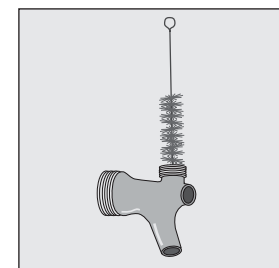

Abb. 3. Die Teile des Zapfhahns gründlich reinigen.
8. Die im Eimer liegenden Teile unter Verwendung der mitgelieferten Bürste reinigen. Siehe Abb. 3.